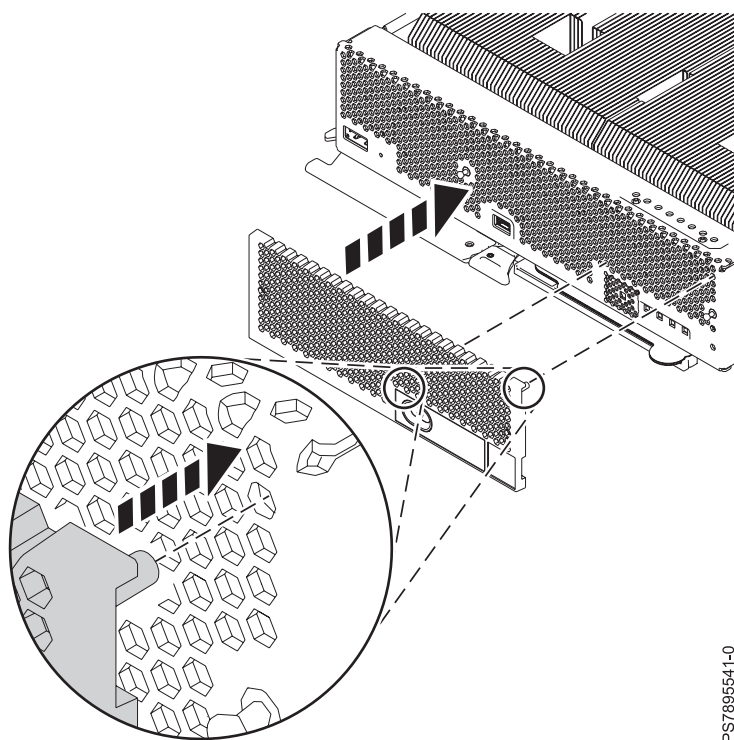
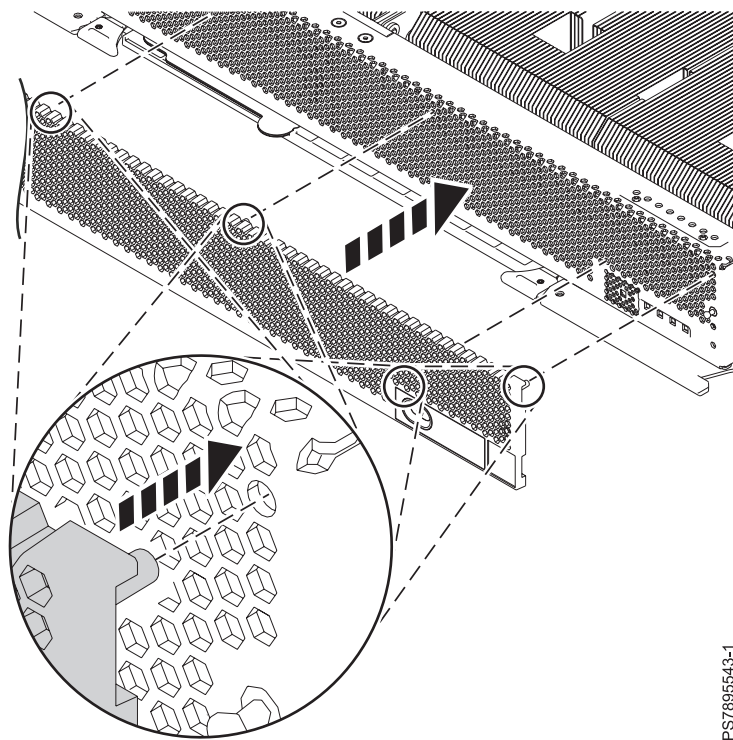

Figure 15. Installation du panneau frontal dans un noeud de traitement IBM Flex System p260
Figure 16. Installation du panneau frontal dans un noeud de traitement IBM Flex System p460
1. Alignez le panneau frontal sur le noeud de traitement en suivant les repères en forme de cercle (voir figure 15, à la page 48 et figure 16).